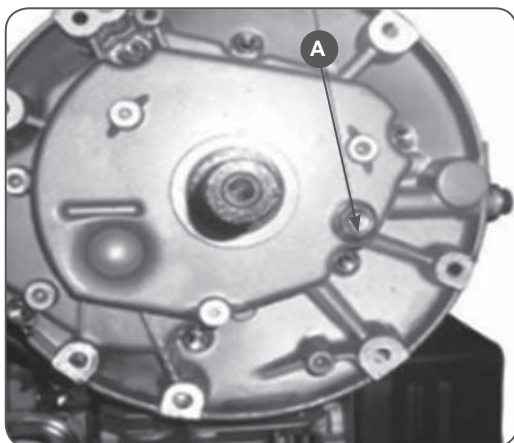

Рис.11
2. На многих двигателях пробка для слива масла (А) находится на картере снизу двигателя, под ножом (Рис.11)